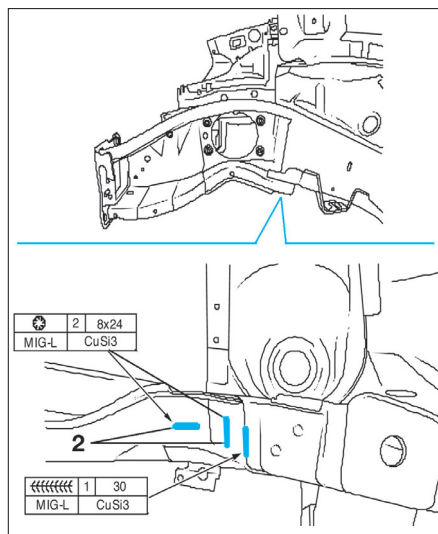

FIG. 20
- Percer 2 trous oblongs (2) de 8x24 mm sur le longeron (fig. 20).
- Souder la partie inférieure du longeron (fig. 20).